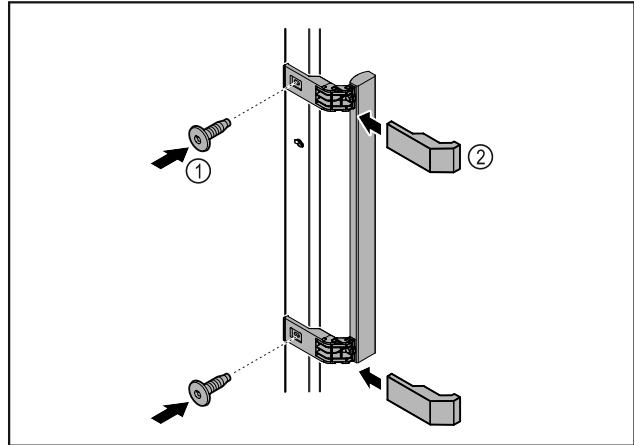

Fig. 6
- Ручку з комплекту додаткового обладнання з доданими гвинтами Fig. 6 (1) розмістити на дверях.
- Одягти кришку Fig. 6 (2).